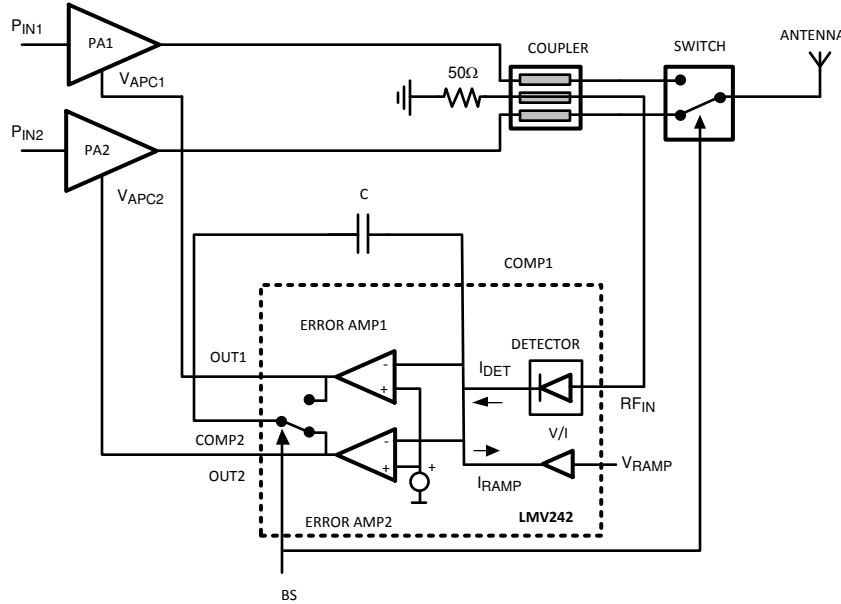

図 7-1. PA 制御ループ
図 7-1 は、パワー アンプ (PA) 制御ループの一般的な構成を示しています。PA の出力から始めて、この入力は検出器に入力され、通常は指向性カプラを経由します。検出器出力電流 IDET とランプ電流 IRAMP (選択された出力設定値を表す) との誤差が、積分器として構成されたオペアンプの反転入力を駆動します。基準電圧がオペアンプの非反転入力を駆動します。最終的に、積分器としてのオペアンプの出力がパワー アンプのゲイン制御入力を駆動し、出力電力を設定します。IDET が IRAMP と等しいとき、ループは安定します。